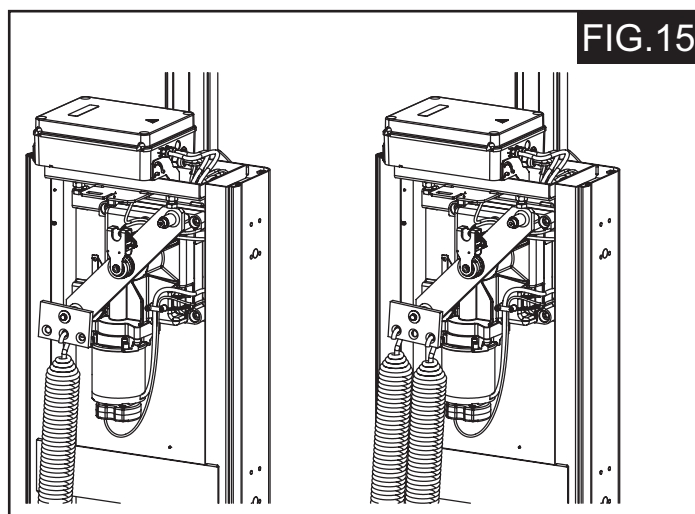

FIG.15
- 2.- Coloque el muelle o los muelles en el plato porta-muelle como se indica en la (Fig. 15).